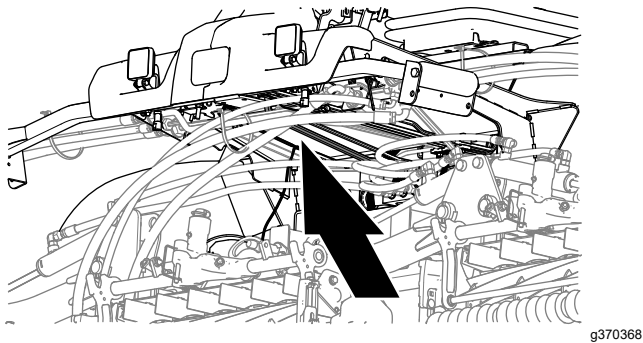
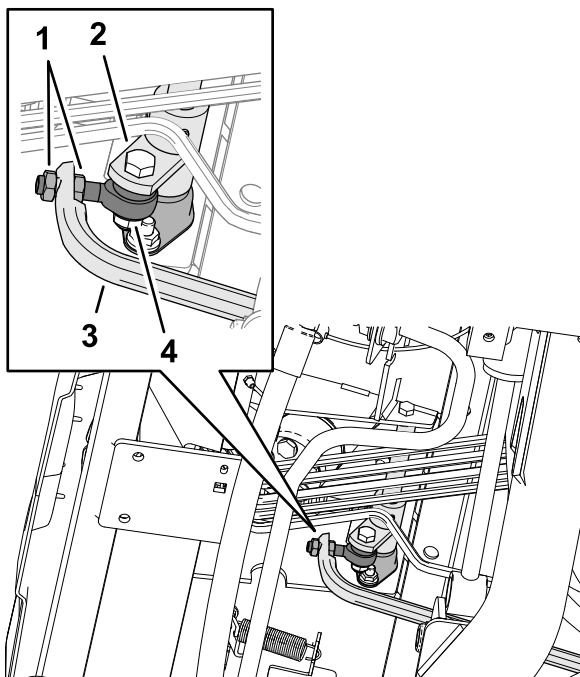

Bild 140
Bild 141
- Stellen Sie die Klemmmuttern am Stangenende so ein, dass die Fahrtriebsstange nach vorne bewegt wird, um das Kriechen nach vorne zu verhindern, oder nach hinten, um das Kriechen nach hinten zu verhindern (Bild 140 und Bild 141).